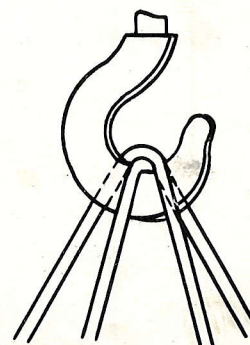

Fig. 4
3. Korsa alltid stropparna över lyftkroken enl. fig. 4. Använd aldrig kätting vid lyftning av maskinen.